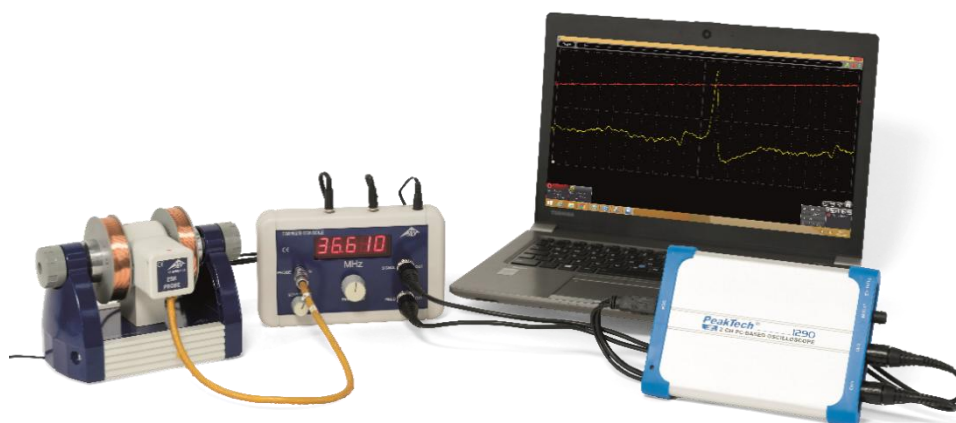

Fig. 3: Montaje experimental para RPE con un osciloscopio para PC
- Conecte la salida "SIGNAL OUT" de la unidad de control al canal 1 del osciloscopio y la salida "FIELD OUT" al canal 2 (véase fig. 3).